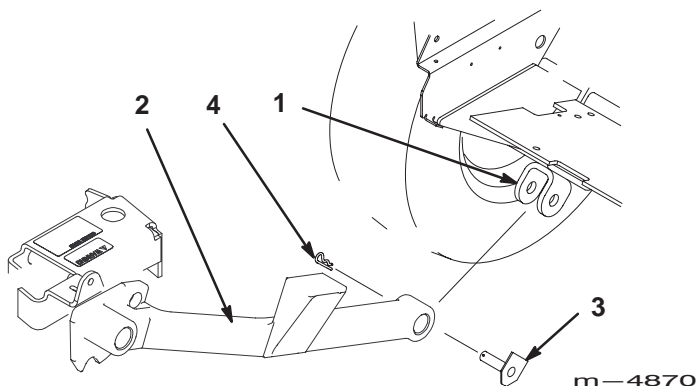

Figure 32
2. Placez le bâti porteur devant le groupe de déplacement et insérez les bras de poussée dans les chapes (Fig. 32).
3. Montez les bras de poussée avec les ensembles axes de pivots, la partie plate étant en appui contre le bâti, et fixez-les à l'aide des goupilles fendues (Fig. 32).